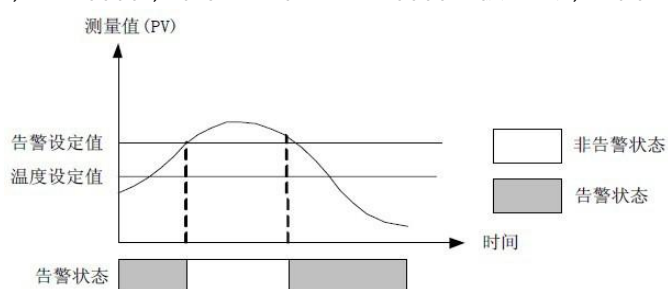

图 4-22 不带等待的偏差下限示意图
1. 在电源接通时，基本告警，即不带等待功能的告警将被触发，如图4-22所示。